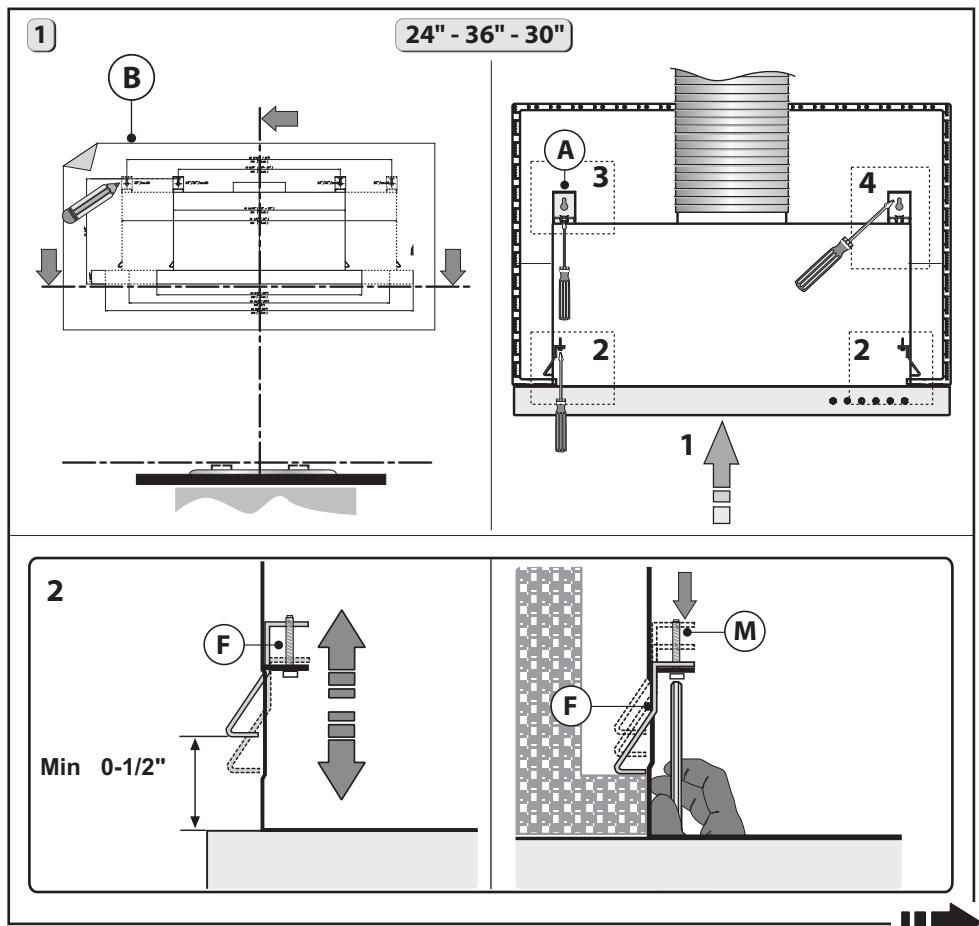

Fig.4
Marquer les points de référence où les étriers A doivent être fixés à l'armoire, comme indiqué à la Fig. 4.
2 - S'assurer que la profondeur de l'armoire correspond aux dimensions indiquées à l'étape 2 de la Fig. 4..
3 - Insérer la hotte dans l'armoire. S'assurer que les ressorts F situés de chaque côté sont bien appuyés puisqu'ils soutiendront le poids de la hotte. Fixer la hotte aux armoires à l'aide des vis M, puis serrer jusqu'à ce que la hotte soit fermement appuyée contre l'armoire (étape 2 de la Fig. 4).
4 - Retirer le pivot Y de l'étrier A, puis jeter le pivot Y. Placer ensuite l'insert X sur la fente de l'étrier A, comme indiqué à l'étape 3 de la Fig. 4.
- Retirer le pivot Y de l'insert X, puis jeter le pivot Y. Placer ensuite l'insert X sur la fente de l'étrier A, comme indiqué à l'étape 3 de la Fig. 4. Apparier les vis C aux rondelles L, puis fixer l'étrier A aux armoires (étape 3.1 de la Fig. 4) sans serrer les vis complètement afin que l'étrier glisse d'avant en arrière.
- Serrer la vis D aux armoires, voir l'étape 4 de la Fig. 4..
- Une fois la hotte solidement fixée aux armoires, ajuster l'entretoise L à l'aide des vis P afin que la hotte soit alignée avec l'arrière des armoires (Fig. 4, étape 5).
3 - Vérifier que la profondeur des armoires correspond aux requis énoncés à l'étape 2 de la Fig. 4.
4 - Insérer la hotte dans l'armoire. S'assurer que les ressorts F situés de chaque côté sont bien appuyés. Fixer la hotte à l'armoire à l'aide d'un tournevis et des vis M jusqu'à ce qu'elle soit appuyée fermement contre l'armoire (Fig. 4, étape 2).
5 - Fixer la hotte à la tablette de support comme illustré à la Fig. 5, étape 6, puis ajuster l'entretoise L à l'aide des vis P afin de combler l'espace entre la hotte et le derrière des armoires (Fig. 4, étape 5).
Ce modèle peut être soutenu par les côtés dans les armoires à l'aide des 2 étriers B (Fig. 6 près des étapes 3-4, indiqué à la Fig. 4).
- Apparier les vis C aux rondelles L, puis fixer l'étrier A aux armoires (étape 3.1 de la Fig. 4) sans serrer les vis C complètement avant que l'étrier s'appuie fermement contre les armoires (Fig. 4, étape 3.2). Une fois le tout bien ajusté, fixer fermement l'étrier à la hotte (Fig. 4, étape 3.3).
- Serrer la vis D contre les armoires comme indiqué à l'étape 4 de la Fig. 4.
soit alignée avec le derrière des armoires (Fig. 4, étape 5).